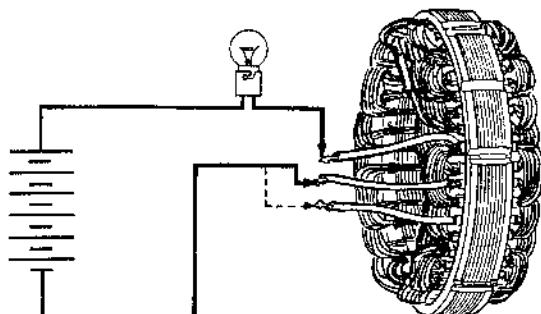

Fig. Nb.17
- (32) Conectar una batería de 12 voltios y una lámpara de pruebas de 36 watos a dos de las conexiones del estátor. Repetir la prueba cambiando una de las dos conexiones del estátor por la tercera. Si no se enciende la lámpara en una de las pruebas, deberá renovarse el estátor (ver Fig. Nb.17).
- (33) Utilizando una fuente de corriente de 110 voltios C.A. y una lámpara de pruebas de 15 watos, verificar el aislamiento entre una de las tres conexiones del estátor y los laminados del mismo. Si se enciende la lámpara habrá que renovar el estátor.